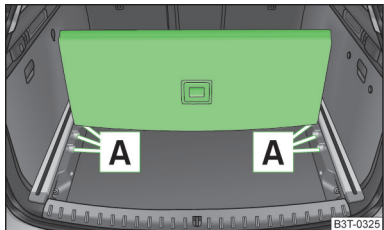

Abb. 114
- Den hinteren Rand in eine der Öffnungen **A** » Abb. 114 einsetzen.